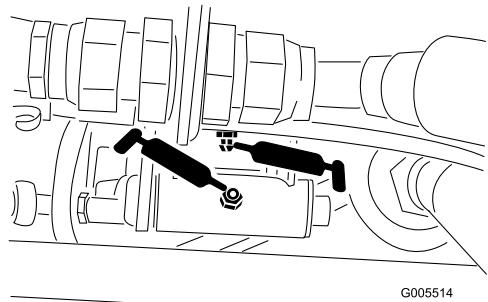
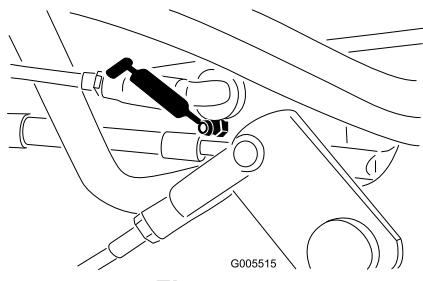

Figure 44
Figure 45
- Tringlerie de sélecteur de vitesses (Figure 44 et Figure 45)